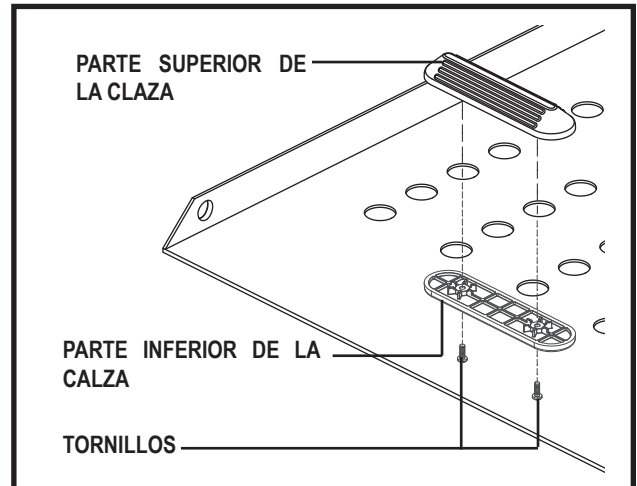

Figura 11. Instalación de las calzas de las ruedas
6. Coloque la parte inferior de la calza bajo la plataforma, alineándola con la parte superior de la calza sobre la plataforma. **Ver figura 11.**
7. Sujete las secciones de la calza a la plataforma con los accesorios de montaje suministrados. **Ver figura 11.**